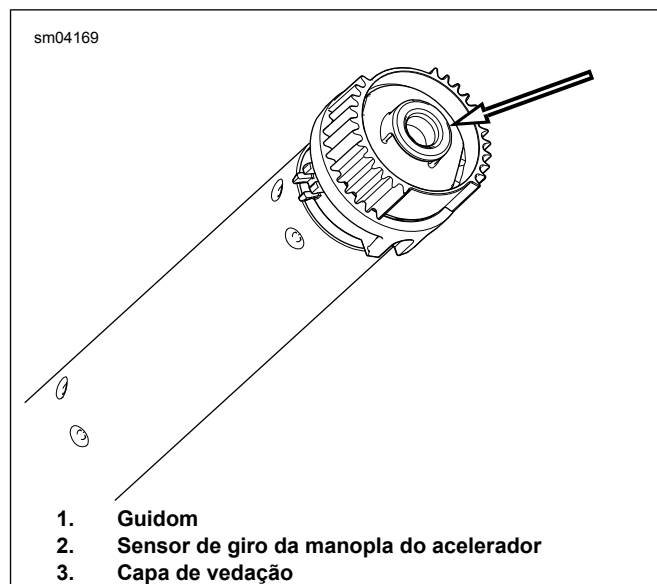

Figura 4. Remoção da capa de vedação
- Veja Figura 4 . Insira uma chave de fenda pequena ou outra ferramenta com lâmina lisa na área lisa em um lado da capa de vedação.